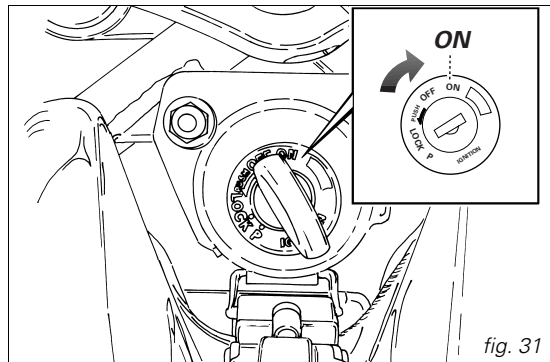

fig. 31
1) Ponha o interruptor de ignição na posição **ON** (fig. 31). Verifique se as luzes indicadoras verde **N** e vermelha  no painel de instrumentos estão acesas.